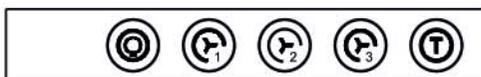

РИС. 11
7.2.4. Электронный переключатель ККВ (рис. 11) имеет пять кнопок.